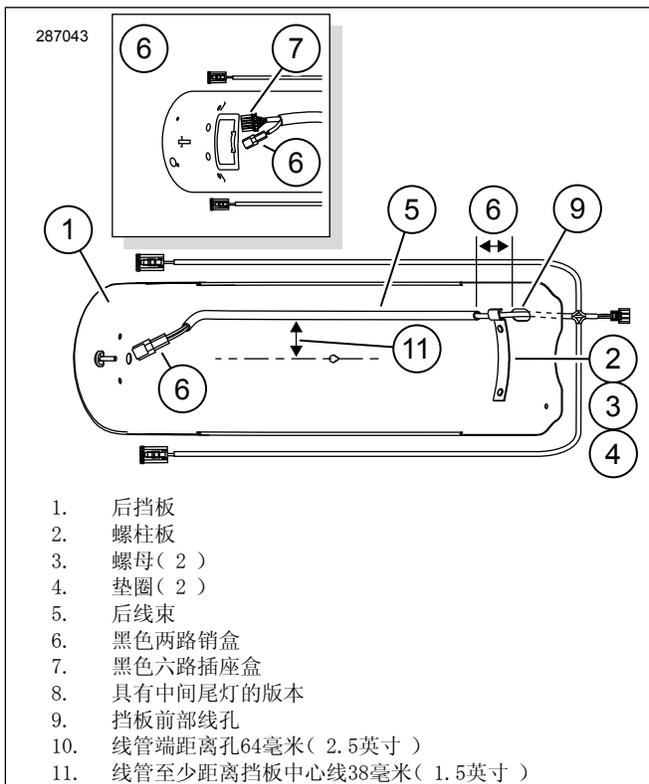

图3。安装后挡板线束
1. 参见图3。使用50%的异丙醇和50%的蒸馏水混合剂进行清洁。待其完全晾干。不得使用可能损坏漆面的溶剂或腐蚀性强的化学品。